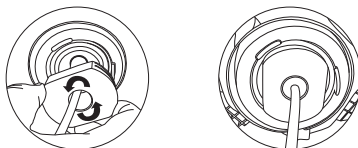

Figura -6
- Reglează disipatorul termic în poziția corectă, până când nu se poate roti mai mult, așa cum se arată în Figura 6. Asigură-te că nu este blocat canalul de admisie a aerului pentru disipatorul termic.